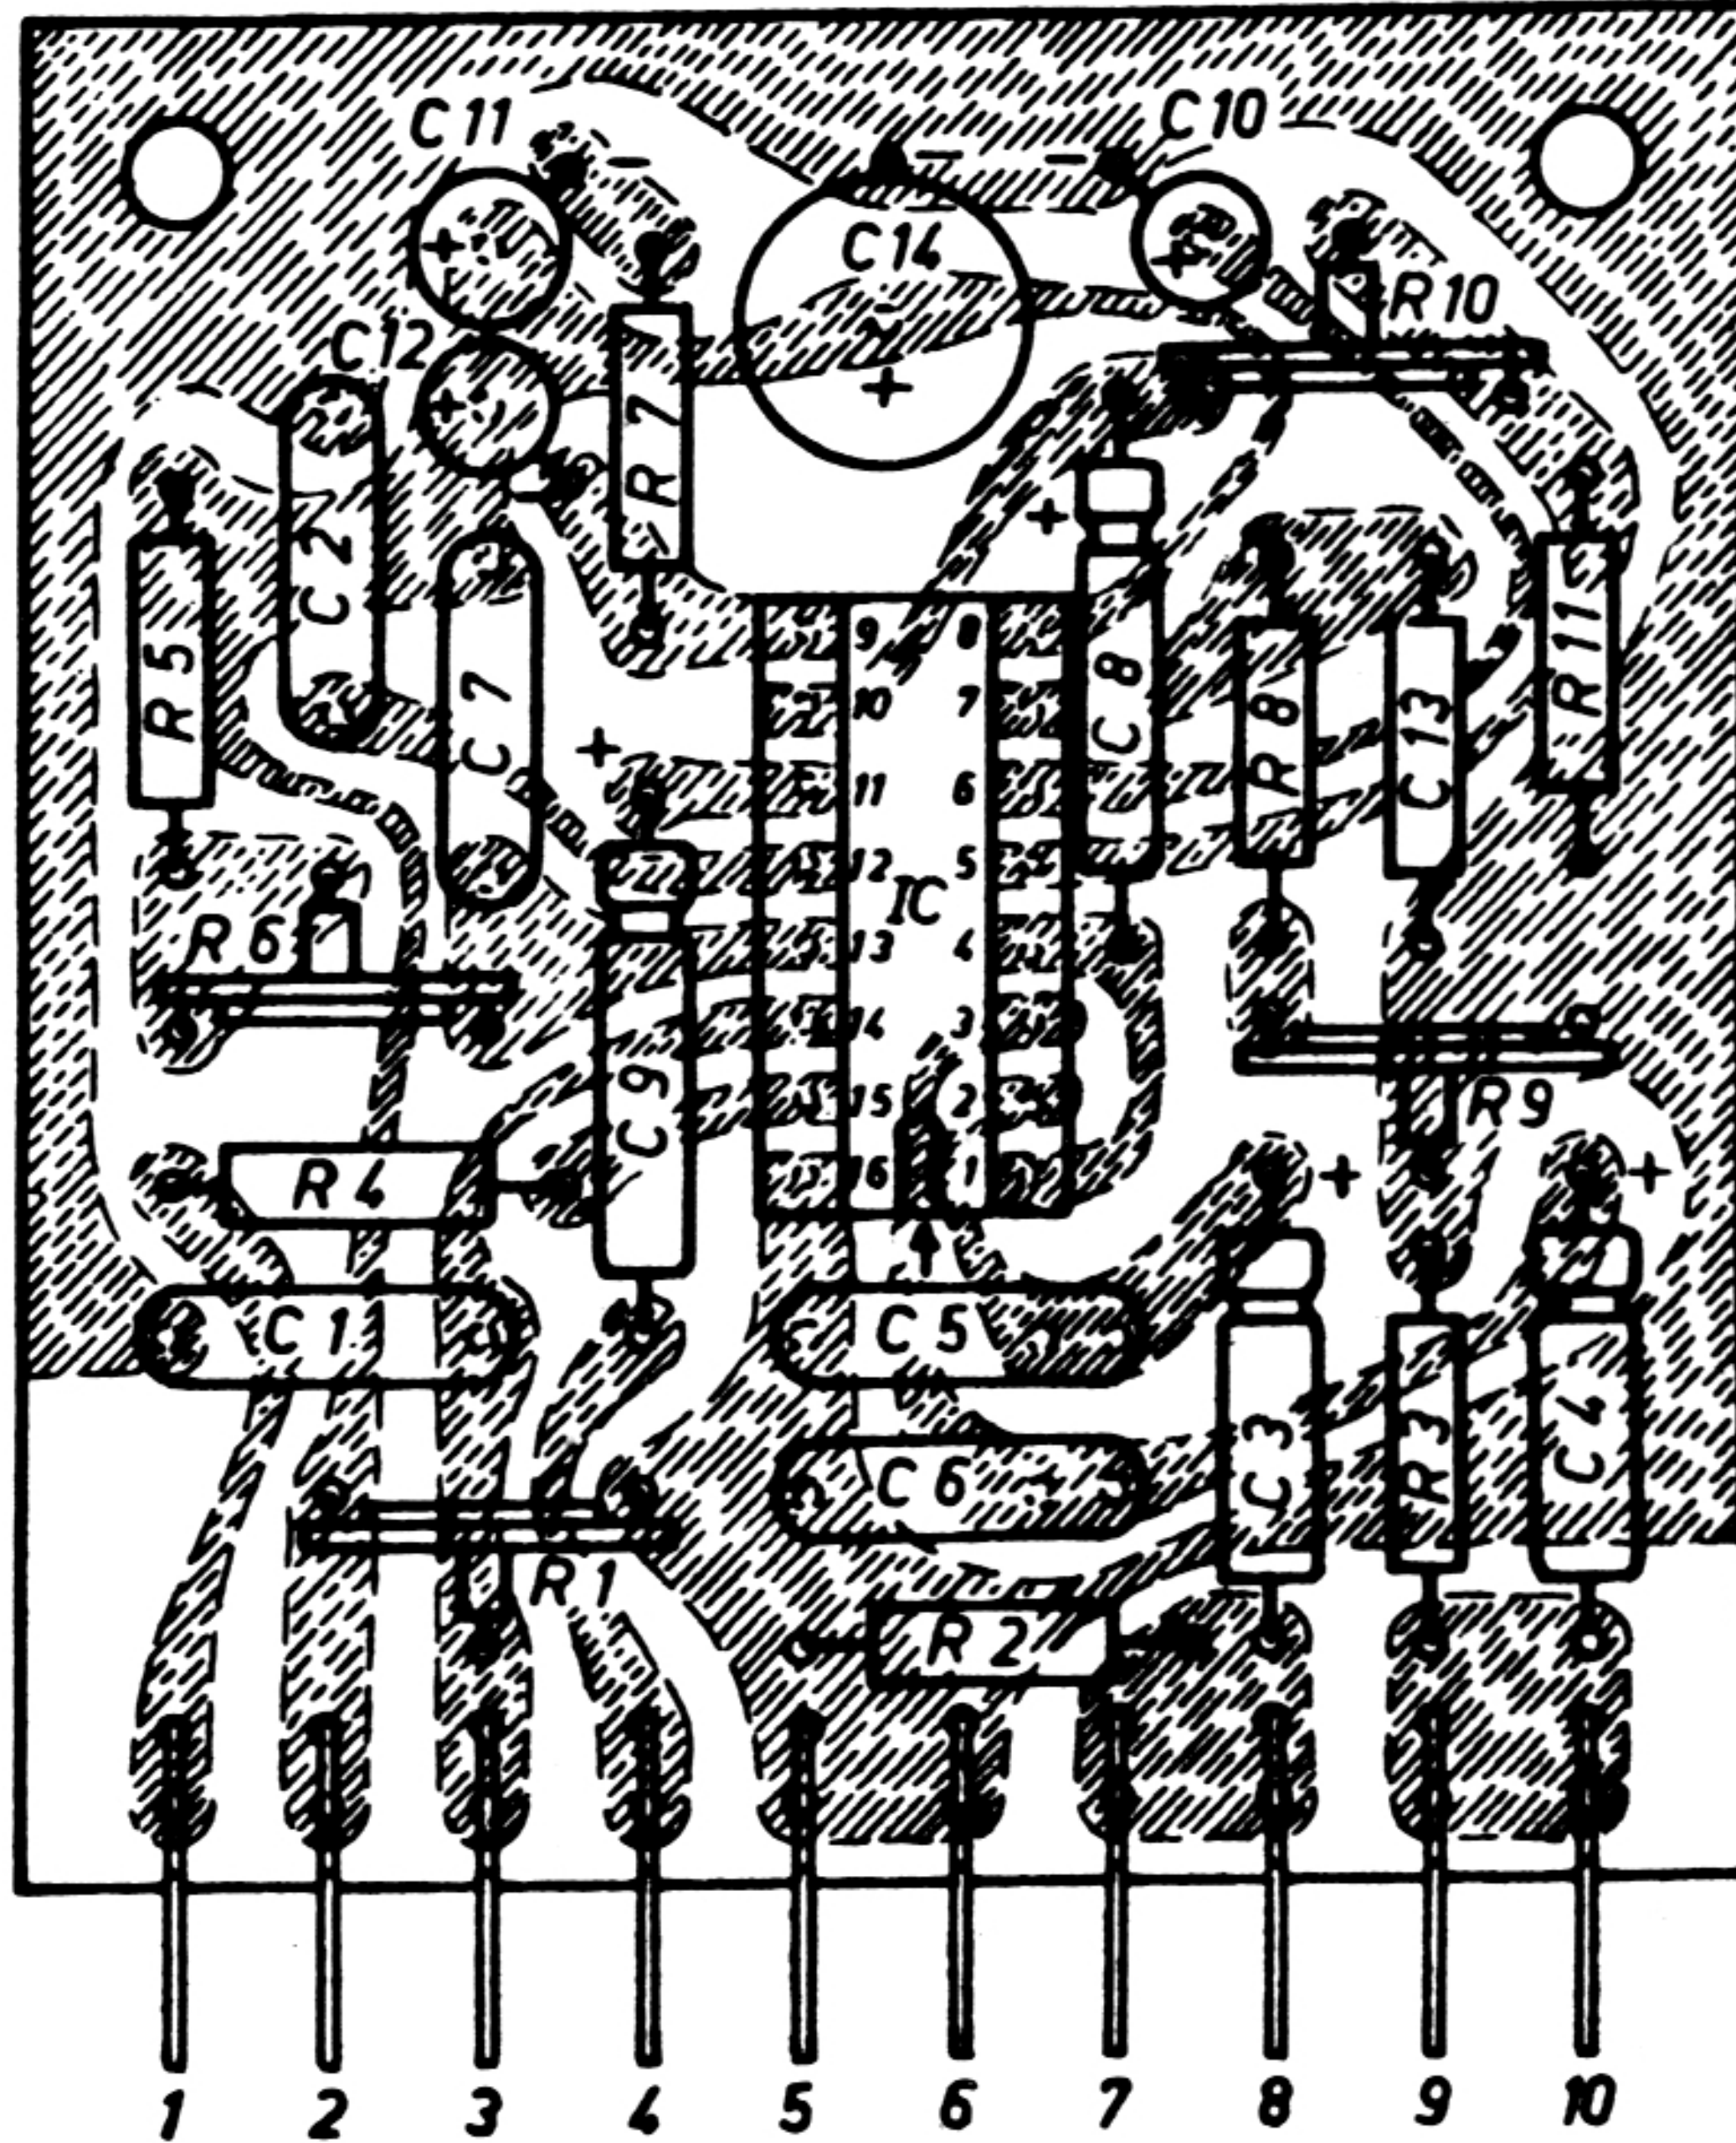
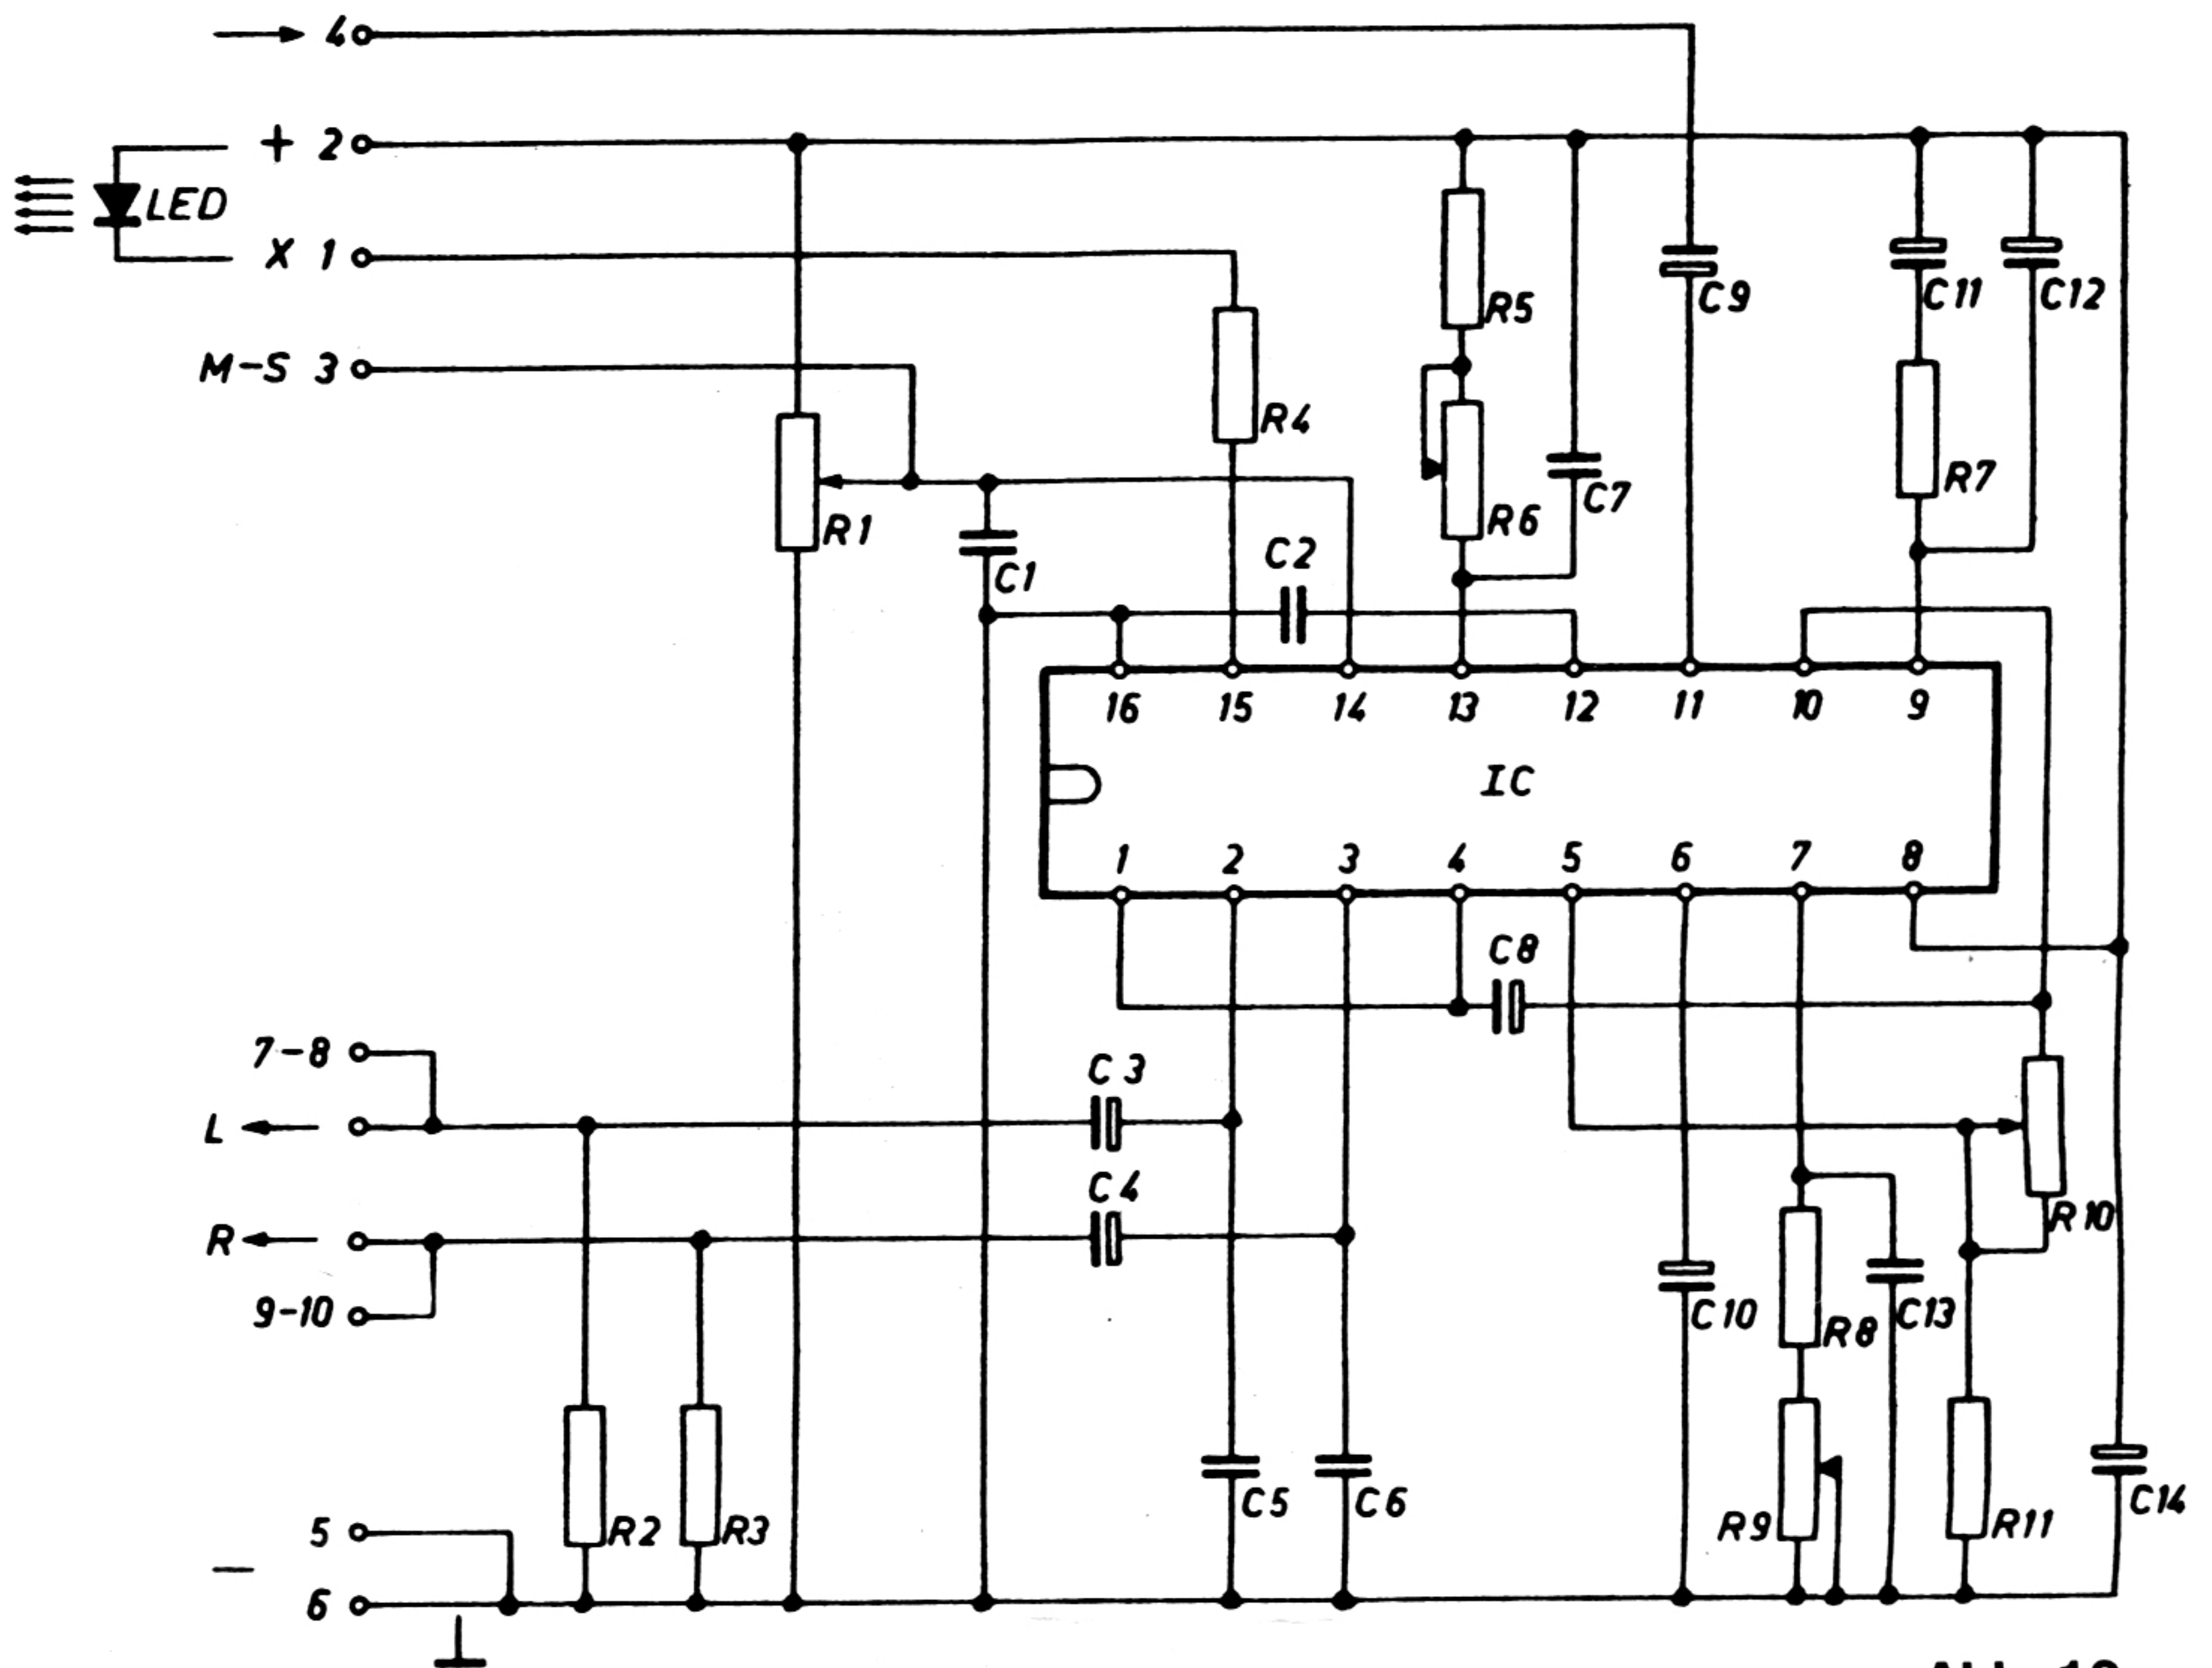

Abb. 4
Abb. 12
1. Bauen Sie die zehn Steckanschlüsse (unten Abb. 4) ein. Stecken Sie dazu die zwei Befestigungsnocken von der Positionsdruckseite her in die gedruckte Schaltung und verlöten Sie die Befestigungsnocken mit den Kupferbahnen. Die Steckanschlüsse müssen so ausgerichtet sein, daß sie in die Löcher der Plastik-Fassung (Mitte in Abb. 5) passen. Dieser Adapter wird später auf die gedruckte Schaltung der UKW-Empfangeinheit gelötet.
4. Stecken Sie jetzt vorsichtig die Fassung für das IC in die gedruckte Schaltung (Abb. 4). Da sie symmetrisch aufgebaut ist, ist es gleich, wie herum Sie sie einbauen. Achten Sie aber darauf, daß jedes Bein sorgfältig in dem entsprechenden Loch sitzt und gut angelötet wird.
5. Die vier Trimpotentiometer werden aufrecht stehend auf die gedruckte Schaltung gesteckt, wobei sich die genaue Lage aus Abb. 4 ergibt.
Die eingekerbte Seite muß dabei zum Kondensator C 5 zeigen. Dies ist durch den Pfeil in der Abb. 4 besonders verdeutlicht. Wenn Sie das IC einmal herausnehmen wollen, schieben Sie am besten vorsichtig einen dünnen Schraubenzieher zwischen IC und Fassung.
Die **Speisespannung** darf 12 V bis maximal 15 V betragen. Bei 15 V beträgt der Stromverbrauch 50 mA (LED leuchtet), bei 12 V ca. 43 mA. Benutzen Sie unbedingt ein stabilisiertes Netzteil (EB 7451) oder Batterien mit entsprechender Kapazität. Wird der Stereo-Decoder EB 7411 in die Empfangseinheiten EB 7409 bzw. EB 7410 eingebaut, erfolgt der Anschluß der Speisespannung automatisch. In allen anderen Fällen muß der Plus-Anschluß an den Punkt 2 des Decoders und die Minus-Verbindung an die Punkte 5–6 gelegt werden. Achten Sie in diesen Fällen auch darauf, daß eine Masseverbindung zu dem Gerät, in das der Stereo-Decoder eingebaut wird, hergestellt wird. Sie erfolgt automatisch, wenn Sie die gedruckte Schaltung mit Metall-Abstandsbuchsen an den beiden Löchern oben in Abb. 4 mit dem Metall-Chassis verschrauben. Die **Empfangseinheit** muß für diesen Decoder geeignet sein. Wir empfehlen hierfür die Bausätze EB 7409 oder EB 7410, bei denen die erforderlichen Anschlüsse automatisch hergestellt werden. Im Prinzip kann aber jede Mono-UKW-Empfangseinheit durch diesen Stereo-Decoder zu einem Stereo-Tuner erweitert werden, wenn man im folgenden einige Punkte beachtet.
**Einbau in die UKW-Empfangseinheit.** Beim Einsetzen des Stereo-Decoders in die gedruckten Schaltungen der Bausätze EB 7409 bzw. EB 7410 entfernen Sie die Drahtverbindung DEC 4–7. Stecken Sie dann die Plastik-Fassung, das ist das mittlere Teil in Abb. 5, mit den Anschlüssen 1–10 entsprechend der Abb. 4 der Empfangseinheit in die Löcher DEC 1–10. Achten Sie darauf, daß der Einbau richtigerherum erfolgt, und verlöten Sie anschließend die Stifte mit den Kupferbahnen.
Das **Schaltbild** (Abb. 12) zeigt, daß der Decoder vorwiegend aus einem integrierten Schaltkreis besteht (IC); die übrigen Komponenten sind, obwohl unentbehrlich, von sekundärer Bedeutung. Die Steckanschlüsse sind links angegeben und in der Reihenfolge der Stifte auf der gedruckten Schaltung (Abb. 4) numeriert.